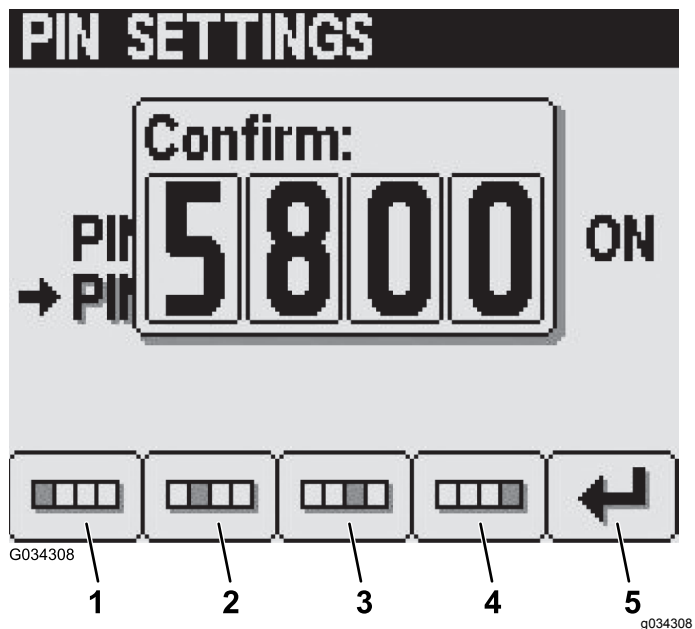

Figura 35
- En la pantalla de Confirmación, ingrese su PIN nuevo usando los botones 1 a 4 y pulse el botón 5 para ingresar el PIN en el InfoCenter (Figura 35).